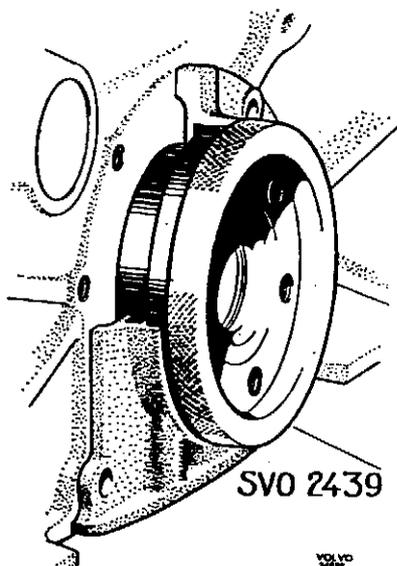

Abb. 41 Zentrieren des hinteren Dichtungsflansches
3. Flansch mit der Zentrierhülse SVO 2439 zentrieren, siehe Abb. 41. Die Hülse beim Festziehen der Schrauben drehen und die Lage des Flansches verstellen, falls die Hülse klemmt. Kontrollieren, daß der Flansch an der Unterseite vollkommen am Block anliegt.